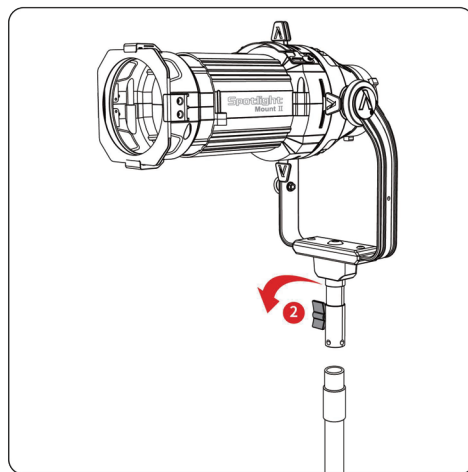

图 2
- 2) 沿图 2 所示方向旋转倾斜锁定手柄，将支架固定到位。